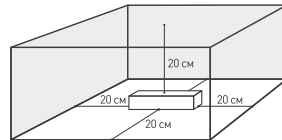

Рис. 3. Свободное пространство вокруг источника
- 4.3. Для естественной вентиляции обеспечьте не менее 20 см свободного пространства вокруг источника питания, как изображено на рис. 3. При невозможности обеспечить свободное пространство используйте принудительную вентиляцию. В случае установки в ограниченном пространстве (например, лайтбокс или профиль) предусмотрите обеспечение требуемого температурного режима источника питания. Температура окружающего воздуха должна быть в диапазоне $-20... +45\text{ }^{\circ}\text{C}$.